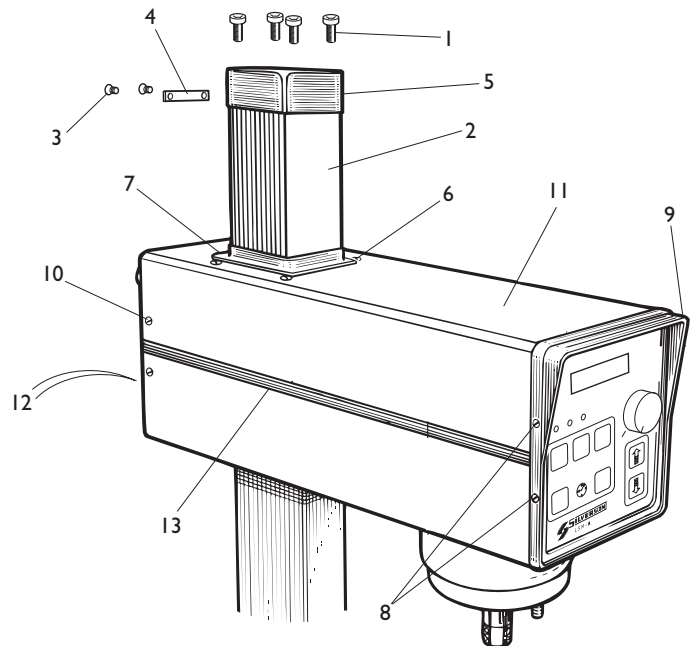

**Fig. 21 Remplacement de la garniture de l'équipement En Ligne**
**Voir Fig. 21**
- 6.7.1 Enlevez l'arbre (2) et le rotor (5) de la chambre (1), voir paragraphe 6.6. La partie rotative de la garniture restera sur l'arbre (2) la partie statique restera dans son logement de la chambre (1).